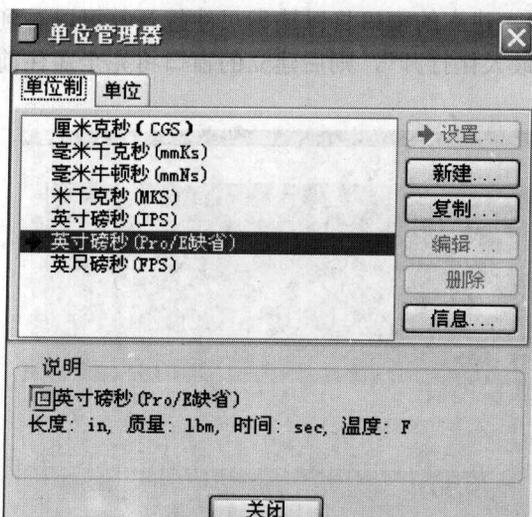

图 1-16 “映射键”菜单
(2) 然后单击“单位”命令，系统弹出如图 1-16 所示的“单位管理器”对话框。下面介绍对话框中各个选项卡的功能。